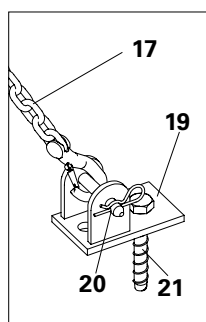

Fig. A10.04
1. Monte la placa base RS (19) en la construcción existente con el tornillo de anclaje PERI 14/20 x 130 (21). Ángulo de arriostamiento de 60°. (Fig. A10.04)
2. Fije la cadena tensora 3,0 kN (17) al tensor 3,0 kN (18) y fije el tensor 3,0 kN (18) a la placa base RS.
3. Apriete el tensor (18) hasta que la cadena tensora se tense usando bulones y grupillas (20). (Fig. A10.04)